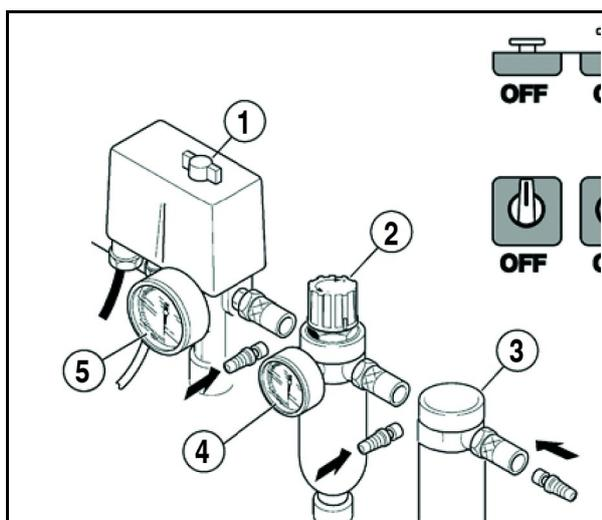

Abb. 6: Kontrollinstrumente
- (1) Druckschalter ON/OFF
- (2) Filterdruckregler
- (3) Nebelöler
- (4) Manometer Arbeitsdruck
- (5) Manometer Kesseldruck
Der Arbeitsdruck wird mit dem Filterdruckregler (2) eingestellt und am Manometer für den Arbeitsdruck (4) abgelesen (Abb. 6).